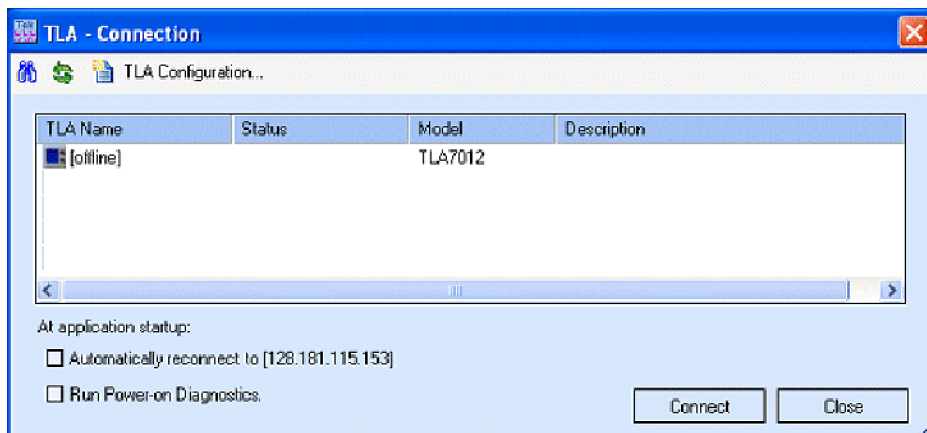

図 15: TLA Connection ダイアログ・ボックス
10. コントローラの TLA アプリケーション・アイコンをダブルクリックして、TLA アプリケーションを起動します。TLA Connection ダイアログ・ボックスが表示されます。(図 15 参照)。